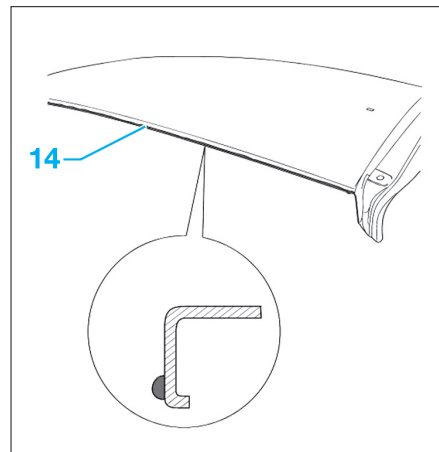

FIG. 84
- Appliquer un cordon de colle bi-composant sur le pavillon comme illustré (Fig.84).